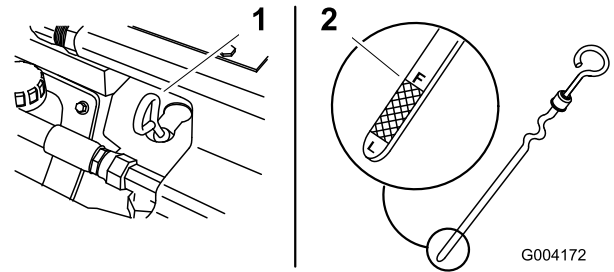

Figure 9
4. Nettoyez la surface autour de la jauge d'huile (Figure 9).
5. Sortez la jauge d'huile et essuyez soigneusement l'extrémité métallique (Figure 9).
6. Enfoncez la jauge complètement dans le tube (Figure 9).